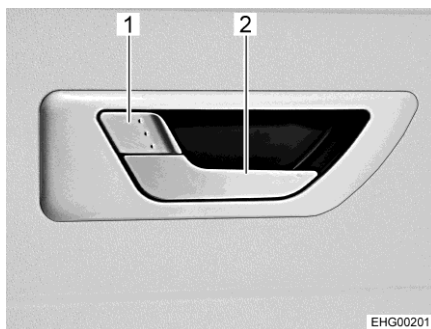

Fig. 48 Cerradura de la puerta de entrada
- Cuando la cerradura de la puerta está bloqueada: Tirar del tirador de la puerta largo (Fig. 48,2). La puerta está desbloqueada y abierta.
- Estando cerrada la puerta, presionar el tirador de la puerta corto (Fig. 48,1).